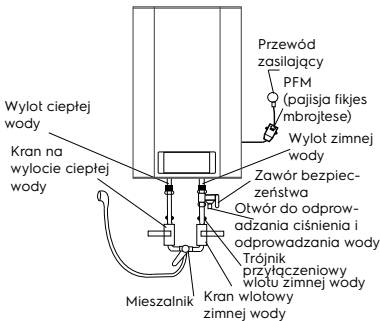

Rys. 5
2. Po wybraniu miejsca instalacji wykonaj dwa otwory o wymaganej głębokości w ścianie i włóż śruby, obróć hak do góry, dokręć mocno nakrętki, a następnie zainstaluj na nim podgrzewacz wody (patrz rys. 5).